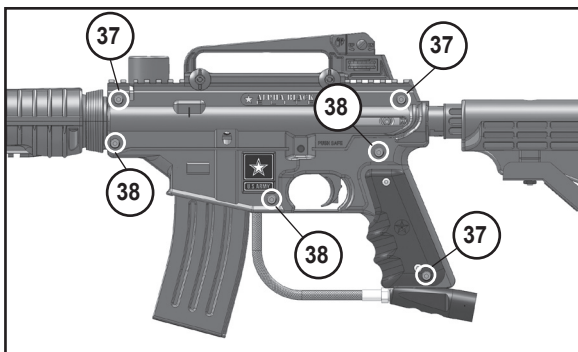

Figura 13: Remover los Tornillos de la Mitad Izquierda del Recibidor
3. Inserte cinco de los seis Tornillos del Recibidor que se muestran en la Figura 13. Deje
libre el espacio inferior izquierdo #38 (en la Figura 13).